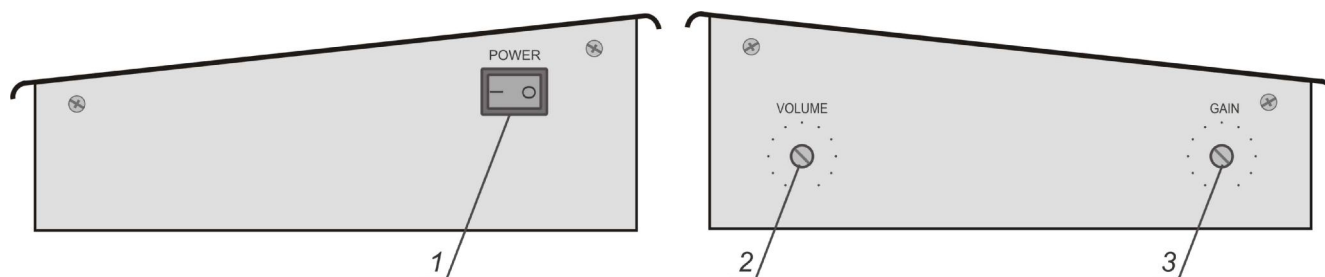

Рисунок 3
9.3 Розміщення органів управління на бокових панелях пульта диспетчера наведено на рис. 3.